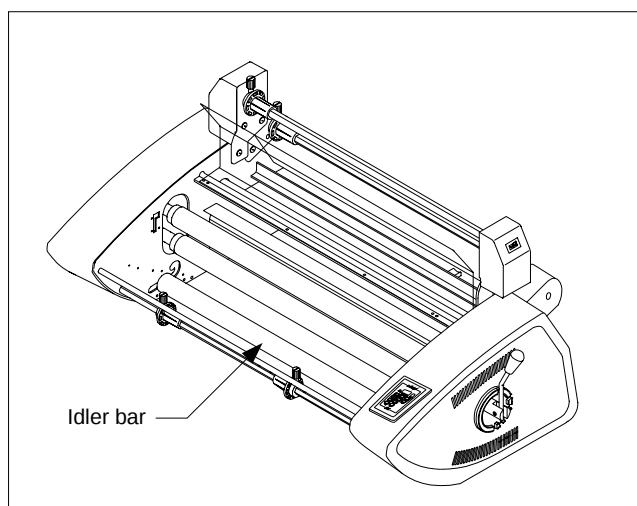
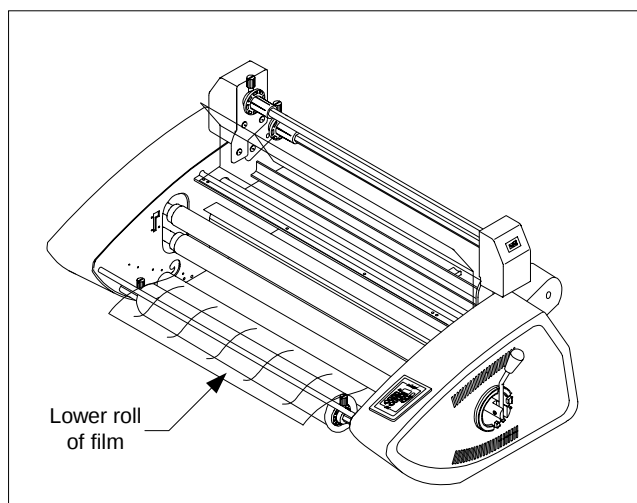
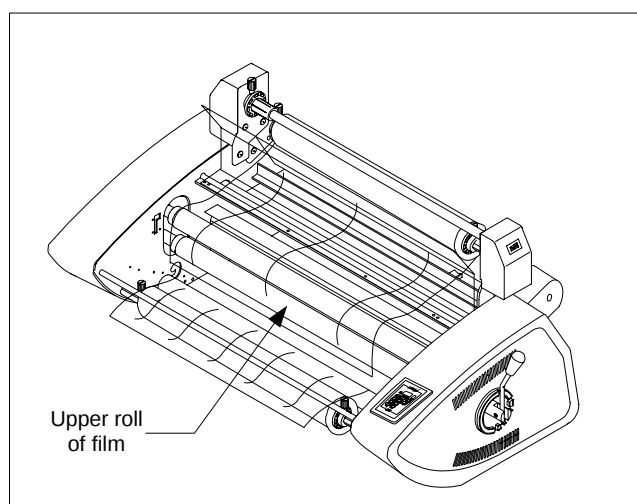

Fig. 13
Fig. 14
Fig. 15
8. Lower the bottom idler bar, (Figure 13).
11. Unroll 2 ft. (61 cm) of film. Push the leading edge under and around bottom film guide. Slide film guide back into place and drape film over the front support for the feed table, (Figure 14).
13. Unroll 2 ft. (61 cm) of film. Drape the film over the top idler bar for poly-in film and under the bar for poly-out film. Completely cover both heat rollers, (Figure 15).
| <p>5. STOP (STOPP) drücken, wenn die Bahn die Heißwalzen passiert hat.</p> <p>6. Schutzschild entfernen.</p> <p>7. Anlegetisch entfernen.</p> <p>8. Die untere Leitstange absenken (Abb. 13).</p> <p>9. Die untere Folienwelle entfernen, indem diese nach rechts geschoben wird, bis das linke Ende der Welle die sechseckige Bremsnabe passiert hat. Die Sicherungsschraube am Sicherungsansatz auf der linken Seite der Welle lösen und den Ansatz entfernen. Die Welle teilweise aus dem Folienrohr herausziehen, dann so zurückschieben, dass der linke Adapter heraus gestoßen wird. Die Welle vollständig herausziehen und das Rohr um 180 Grad drehen. Mit der Welle den verbleibenden Adapter heraus stoßen.</p> <p>10. Einen der Adapter auf der rechten Seite einer neuen Folienspule einführen und sicherstellen, dass die Folie von unten abrollt, wenn es sich um eine Poly-In Folie handelt und von oben bei einer Poly-Out Folie. Die Welle von der rechten Seite her in den Adapter und das Rohr einschieben. Den anderen Adapter auf der aus der linken Seite herausragenden Welle aufsetzen, den Sicherungsansatz wieder einsetzen und die Sicherungsschraube anziehen.</p> <p>11. Ca. 60 cm (2 Fuß) der Folie abrollen. Die Vorderkante unter und um die untere Folienführung herum führen. Die Folienführung wieder in die Ausgangsstellung zurückschieben und die Folie über die vordere Stütze des Anlegetisches hängen (Abb. 14).</p> <p>12. Die obere Folienspule aus dem Laminiergerät herausnehmen. Schritte 9 und 10 wiederholen und sicherstellen, dass eine Poly-In Folie von unten, und eine Poly-Out Folie von oben abrollt, wenn die Welle wieder im Gerät eingesetzt ist.</p> <p>13. Ca. 60 cm (2 Fuß) der Folie abrollen und diese bei Poly-In Folien über die obere Leitstange hängen und bei Poly-Out Folien unter der Leitstange durchführen. Beide Heißwalzen sollen vollständig bedeckt sein (Abb. 15).</p> | <p>5. Druk op STOP zodra de baan de warmterollers heeft gepasseerd.</p> <p>6. Verwijder de beschermkap.</p> <p>7. Verwijder de invoertafel.</p> <p>8. Laat de onderste vrijlooprol zakken (zie afb. 13).</p> <p>9. Verwijder de onderste filmkoker door deze naar rechts te schuiven totdat de linkerkant van de koker vrijkomt van de zeskantige remnaaf. Draai de borgschroef van de linker steunkraag van de filmtoevoerrol los en schuif de kraag eraf. Trek de koker gedeeltelijk uit de filmbuis en duw deze daarna weer naar binnen om de linker kernadapter eruit te tikken. Trek de gehele koker uit de filmbuis en draai de buis 180 graden. Gebruik de koker om de andere kernadapter eruit te tikken.</p> <p>10. Schuif één kernadapter aan de rechterkant in de nieuwe filmrol en vergewis u ervan dat de film afrolt, van onderaf bij Poly-In film en van bovenaf bij Poly-Out film. Schuif de filmkoker vanaf rechts in de kernadapter en de buis. Plaats de andere kernadapter op de koker, zodanig dat deze vanaf links naar buiten steekt en vervang daarna de steunkraag. Draai de borgschroef vast.</p> <p>11. Rol ongeveer 61 cm film af. Duw de voorste rand onder en rondom de onderste filmgeleider. Schuif de filmgeleider terug op zijn plaats en drapeer de film over de voorste steun van de invoertafel (zie afb. 14).</p> <p>12. Verwijder de bovenste filmtoevoerrol uit de laminator. Herhaal stap 9 en 10 en zorg ervoor dat de film van onderaf afrolt nadat de filmkoker is teruggeplaatst in de laminator.</p> <p>13. Rol ongeveer 61 cm film af. Drapeer de film over de bovenste vrijlooprol bij Poly-in film en onder de balk bij Poly-out film en zorg dat beide warmterollers volledig worden bedekt (zie afb. 15).</p> | <p>5. Appuyez sur la touche STOP après que le lé soit sorti des rouleaux chauffants.</p> <p>6. Retirez le capot de protection.</p> <p>7. Retirez la table d'alimentation.</p> <p>8. Abaissez la barre de transfert inférieure (figure 13).</p> <p>9. Retirez la bobine de film inférieure en faisant glisser l'axe vers la droite pour le libérer du moyeu de frein. Desserrez la vis de gauche maintenant le collier de fixation sur l'axe, faites glisser le collier pour le dégager. Sortez partiellement l'axe de la bobine de film, puis repoussez-le pour dégager l'adaptateur de mandrin gauche. Tirez complètement l'axe et faites tourner le tube de 180 degrés. Utilisez l'axe pour dégager l'adaptateur de mandrin restant.</p> <p>10. Insérez un des adaptateurs de mandrin dans le côté droit d'une nouvelle bobine de film en vous assurant que la bobine se déroule du bas pour du film "Poly-In" ou du haut pour du film "Poly-Out". Glissez, par la droite, l'axe de chargement de bobine dans l'adaptateur de mandrin et le tube. Positionnez l'autre adaptateur de mandrin sur l'axe en le dégageant par la gauche puis remplacez le collier de fixation. Resserrez la vis.</p> <p>11. Déroulez 61 cm de film. Poussez le bord du film sous et autour le guide de film inférieur. Remettez le guide de film en place et drapez le film sur le support frontal de la table d'alimentation (figure 14).</p> <p>12. Retirez le rouleau d'alimentation supérieur. Répétez les étapes 9 et 10 ci-dessus en vous assurant que le film se déroule du bas après que l'axe de bobine de film ait été remis en place.</p> <p>13. Déroulez 61 cm de film. Passez le film au-dessus de la barre de transfert supérieure pour le film "Poly-in" et sous la barre pour le film "Poly-out". Recouvrez complètement les rouleaux chauffants (figure 15).</p> | <p>5. Oprima STOP (PARAR) después de que la cinta ha atravesado los rodillos térmicos.</p> <p>6. Quite el escudo de seguridad.</p> <p>7. Quite la plataforma de alimentación.</p> <p>8. Baje la barra intermedia inferior (Figura 13).</p> <p>9. Quite el eje inferior para película deslizando el eje hacia la derecha hasta sacar el extremo izquierdo del eje de la campana de freno con forma hexagonal. Afloje el tornillo de fijación a la izquierda, sosteniendo el collar del eje del suministro de película, y deslice el collar para sacarlo. Jale el eje para sacarlo parcialmente del tubo de película, y después reinsértela para hacer salir el adaptador de núcleo de la izquierda. Jale el eje hasta sacarlo completamente y gire el tubo 180 grados. Use el eje para extraer el otro adaptador de núcleo.</p> <p>10. Deslice uno de los adaptadores de núcleo hacia el lado derecho del nuevo rollo de película, asegurándose de que la película se desenrolle desde la parte inferior de la película Poly-In y desde la parte superior de la película Poly-Out. Deslice el eje de la película hacia el adaptador de núcleo y tubo desde el lado derecho. Coloque el otro adaptador de núcleo en el eje que sobresale desde el lado izquierdo, y después coloque nuevamente el collar de retención. Apriete el tornillo de fijación.</p> <p>11. Desenrolle 61 cm de película. Empuje el borde delantero debajo del tope de alineamiento de película inferior y alrededor del mismo. Deslice nuevamente la barra de alineamiento de película hasta colocarla en su lugar y haga pasar la película sobre el soporte frontal para la bandeja de alimentación (Figura 14).</p> <p>12. Quite el rollo de película superior del laminador. Repita los pasos 9 y 10 asegurándose de que la película se desenrolle desde abajo con la película Poly-In, y desde arriba con la película Poly-Out, después de colocar nuevamente el eje para la película en el laminador.</p> <p>13. Desenrolle 61 cm de película. Haga pasar la película sobre la barra intermedia superior con película Poly-In, debajo de la barra con película Poly-Out. Cubra completamente a ambos rodillos térmicos (Figura 15).</p> |